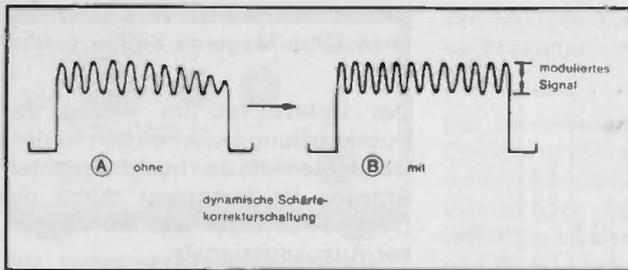

Bild 7
Die dynamische Schärfekorrekturschaltung erzeugt die horizontalen (H) und vertikalen (V) Sägezahn- und Parabelsignale, welche zusammen mit der Fokussierspannung auf das Gitter des Vidicons gelangen und den Elektronenstrahl entlang der gesamten Abtastfläche optimal fokussieren, um die Ungleichmäßigkeiten im Modulationsfaktor auszugleichen (siehe Bild 7).